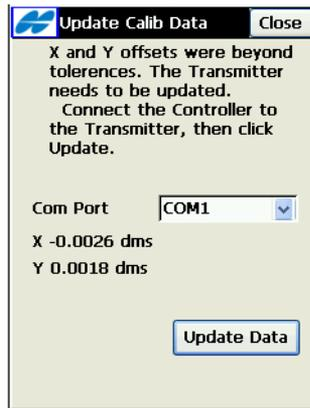

Abbildung A-20. Feldkalibrierung: Ergebnisse
Nach erfolgter Kalibrierung werden im Fenster *Update der Kalibrierungsdaten* die Offsets angezeigt (Abbildung A-20 auf Seite A-13).
Wenn die Offsets außerhalb der Toleranz liegen, weist TopSURV darauf hin, dass der Laser aktualisiert werden muss (Abbildung A-20 auf Seite A-13).
12. Wählen Sie im Fenster *Update der Kalibrierungsdaten* den *Com-Port*, an dem der Laser angeschlossen ist, und tippen Sie auf **Datenupdate** (Abbildung A-20).